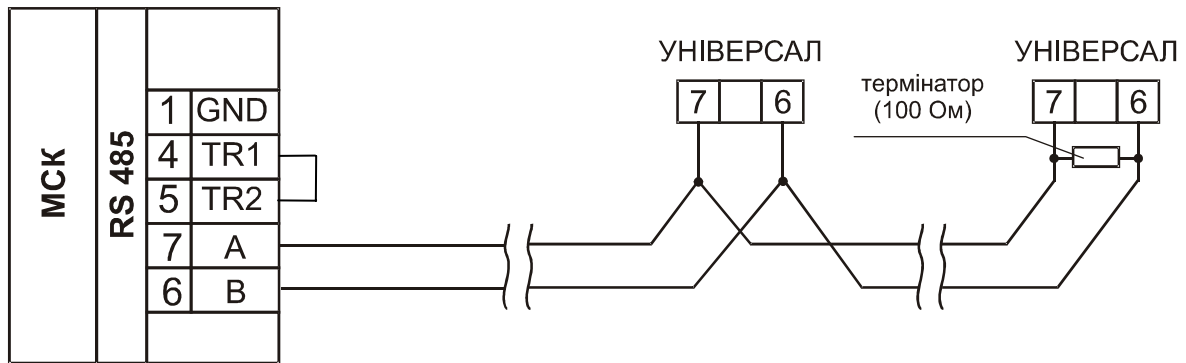

**рис. 1** Схема підключення до обчислювачів “Універсал” концентратора МСК і комп’ютера з конвертером RS232-RS485 виробництва НВП “ГРЕМПІС”
3.8.1. Концентратор підключається до лінії, що забезпечує зв'язок з пристроями по RS485 за допомогою клемної коробки, яка входить до комплекту концентратора і під'єднується до роз'єму з написом «RS485». Схеми з'єднань приведені на рис.1 і рис.2. Концентратор можна під'єднати до лінії зв'язку по RS485 і безпосередньо без допомоги клемної коробки (див. рис.3), але такий спосіб підключення не рекомендується, особливо у випадках, коли разом з концентратором до лінії зв'язку RS485 підключено комп'ютер або інший концентратор.